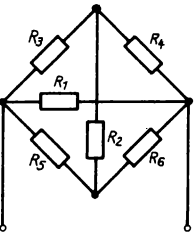

Bild 66
- 7.19** ☐ Sechs gleiche Widerstände sind so geschaltet, daß sie in den Seiten und Diagonalen eines Quadrates liegen (Bild 66). Berechnen Sie den Ersatzwiderstand der Schaltung zwischen zwei gegenüberliegenden Eckpunkten. Vereinfachen Sie zuvor die Schaltung schrittweise.